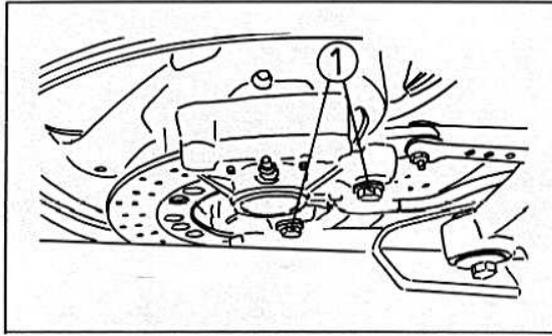

Bild 274
- Die Kronenmutter lösen und mit der Scheibe abnehmen (Bild 274).